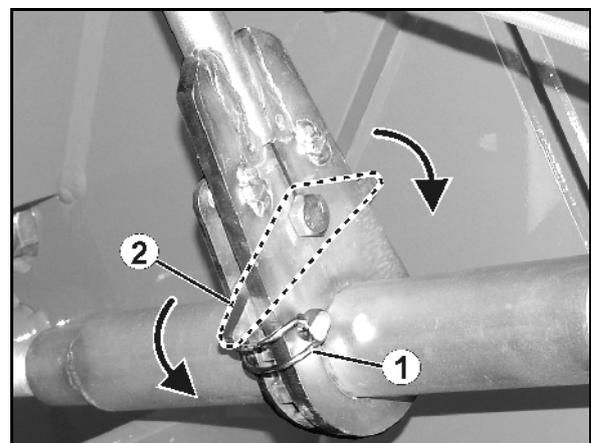

Fig. 40
2. Klappstecker (Fig. 40/1) entfernen.
3. Schwenkhebel (Fig. 40/2) entsprechend der gewünschten Drehrichtung einrasten.